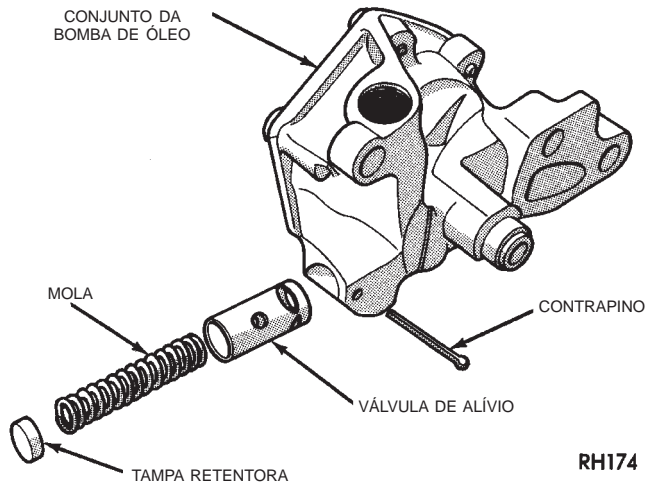

Fig. 69 Válvula de Alívio da Pressão de Óleo
- (1) Remova a válvula de alívio do seguinte modo:
- (b) Prenda o parafuso em uma morsa e, enquanto sustenta a bomba de óleo, remova a capa batendo o corpo da bomba com um martelo macio. Descarte a capa do retentor e remova a mola e a válvula de alívio (Fig. 69).